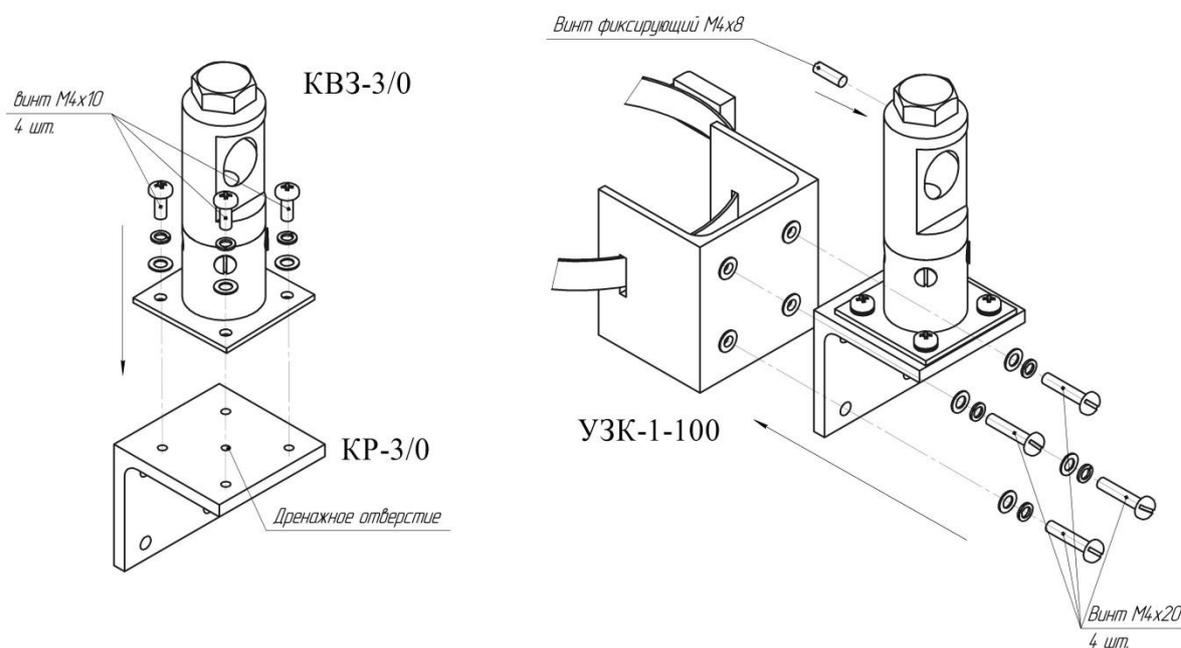
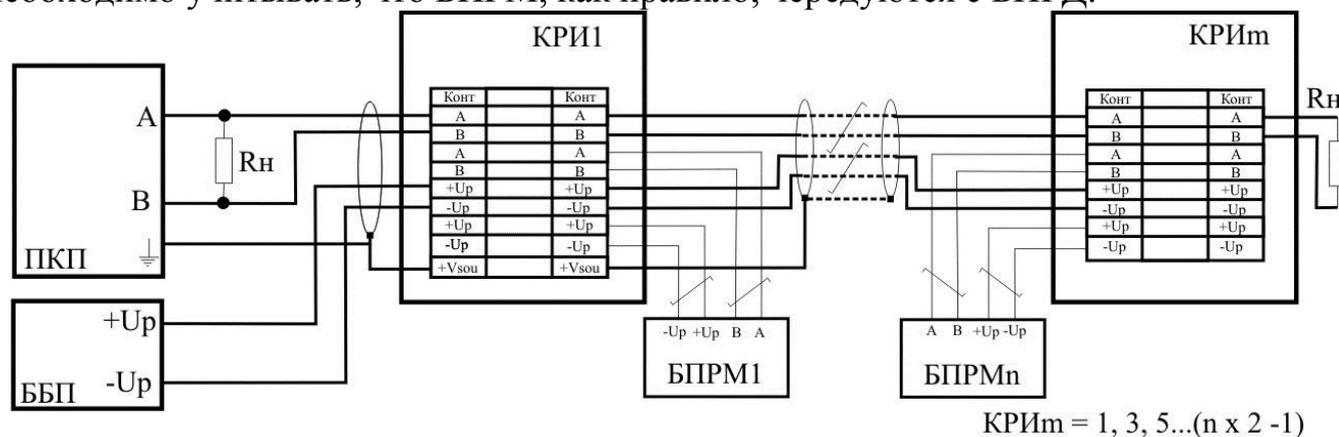

Рис. 10.3
Рис.10.5
10.4.3 На опоре с помощью болтов, гаек и шайб устанавливается необходимый УЗК для одного БПРМ (БПРД) (см. табл. 10.2). Высота установки определяется оперативно-тактическими соображениями и конкретными условиями. Ориентировочная высота установки БПРМ (БПРД) 0,8...1,4м от усредненной поверхности земли (пола) до нижней части БПРД(БПРМ). Пример установки на опоре УЗК-1-100 см. на рис. 10.3.
10.6.3 **Кабель БПРМ** подключить* к зажимам КРИ * в соответствии с маркировкой на КРИ (КССТ-1, КС-1, КСТ-2, КС-2), рис. 10.5 и в табл. 10.5 (в табл. 10.6 для модификации «С»). На рис. 10.3 показаны только подключения БПРМ, начиная с первого. Необходимо учитывать, что БПРМ, как правило, чередуются с БПРД.